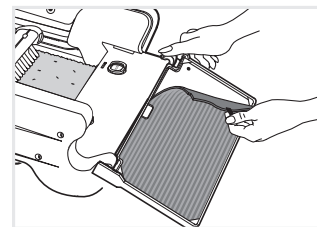

Fig. 9
- Enlever le tapis en tirant doucement sur la bande de tissu conçue à cet effet (Fig. 9).